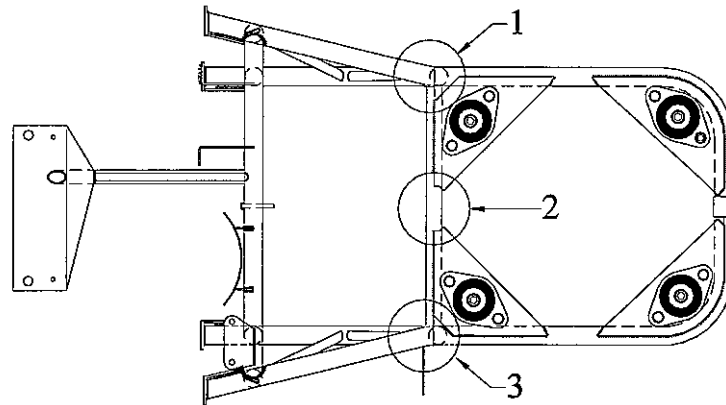

Fig. 1
Verificare visivamente l'insorgere di cricche sulle saldature in corrispondenza dei punti indicati dalla seguente fig. 1. L'ispezione può essere effettuata con il gruppo motopropulsore installato sul velivolo (eventualmente servendosi di una torcia). Se si riscontra la presenza di cricche ed esse si estendono per oltre 20 mm, il presente SB non è applicabile e si deve sostituire il castello motore.
*Visually inspect the engine mount for cracks on the weldings, as indicated on the following figure 1. The inspection can be performed with the powerplant installed on the aircraft (if necessary using a flashlight). If cracks exist and their length exceeds 20 mm, this SB is not applicable and the engine mount has to be replaced.*